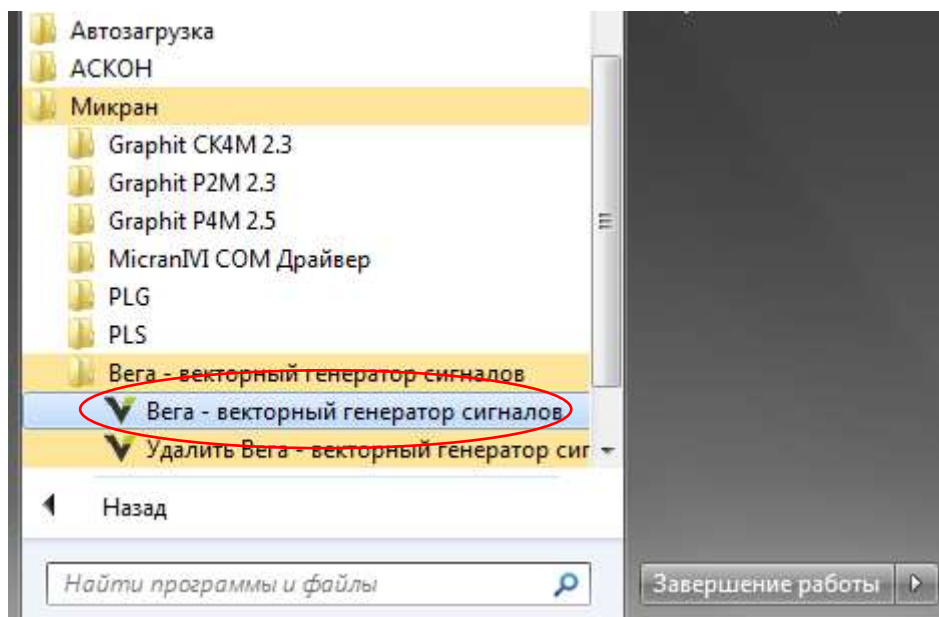
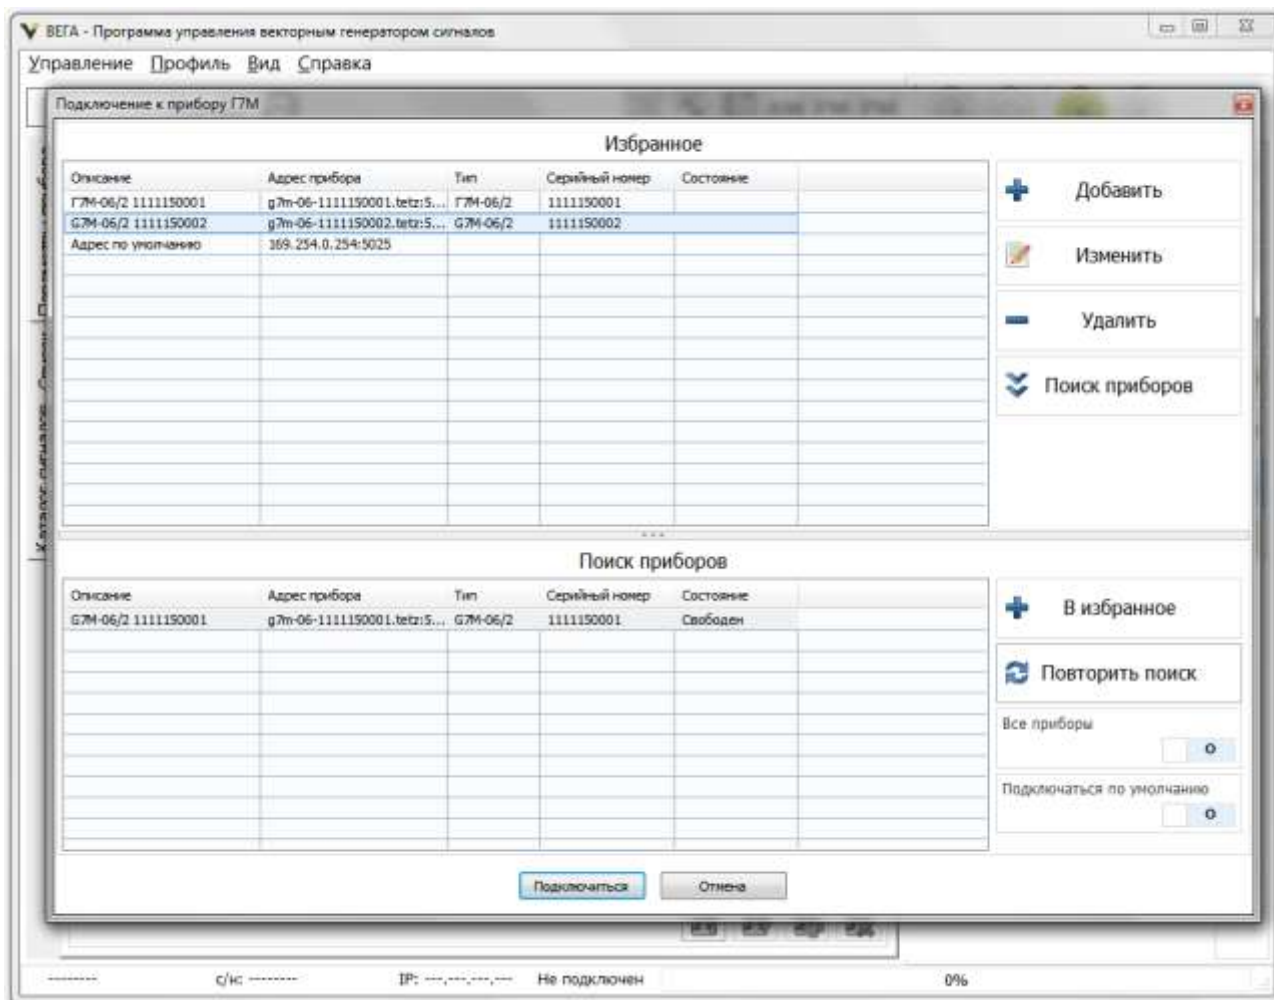

Рисунок 5.10 – Старт ПО
Рисунок 5.11 – Внешний вид ПО
- и) запустить ПО, воспользовавшись ярлыком в меню «Пуск» (рисунок 5.10), в результате запустится «Вега» с открытым окном «Подключение к прибору Г7М» (рисунок 5.11);
- и) запустить ПО, воспользовавшись ярлыком в меню «*Пуск*», в результате запустится ПО «*Вега*» с открытым окном «*Подключение к прибору Г7М*» (рисунок 5.11);
- и) запустить ПО, воспользовавшись ярлыком в меню «*Пуск*», в результате запустится ПО «*Вега*» с открытым окном «*Подключение к прибору Г7М*» (рисунок 5.11), при